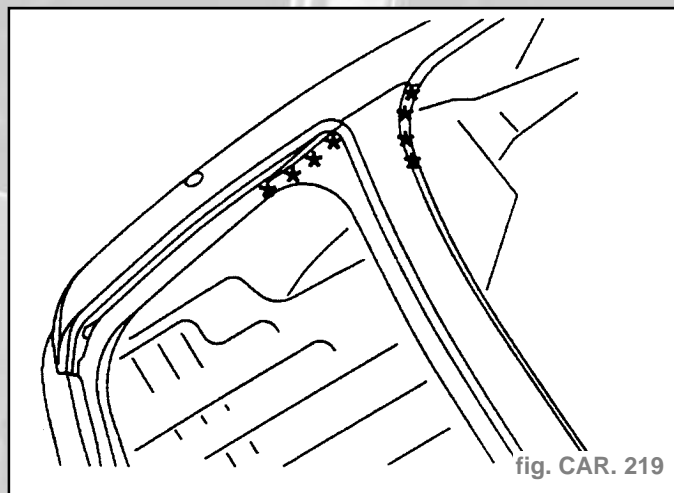

fig. CAR. 219
- Découper par fraisage des points (fig. CAR. 219).